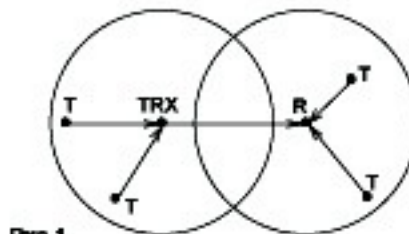

Рис. 1
- Требуемое расстояние между приёмником и передатчиком больше радиуса надёжной работы радиооборудования, что требует ретрансляции сигнала (см. рис. 1);